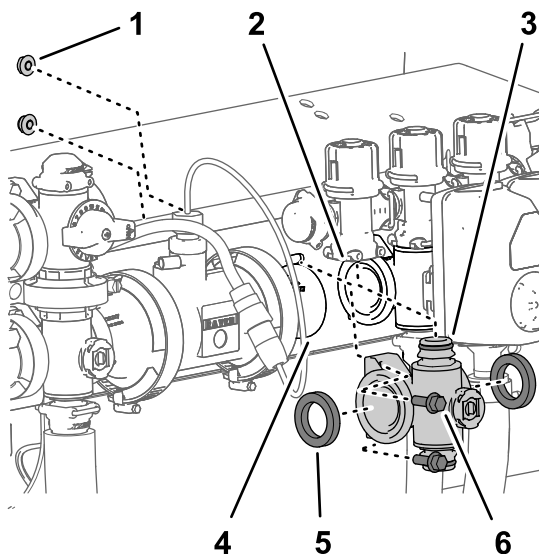

図 122
4. 左右のブームマニホールドのそれぞれをバルブサポートに固定しているフランジヘッドボルト $\frac{1}{4} \times \frac{3}{4}$ " 2本とフランジロックナット $\frac{1}{4}$ " 2個を取り外す 図 122。
5. ブームバルブマニホールドとガスケットを下げてブームバイパスバルブをかわし、車体から取り外す 図 122。